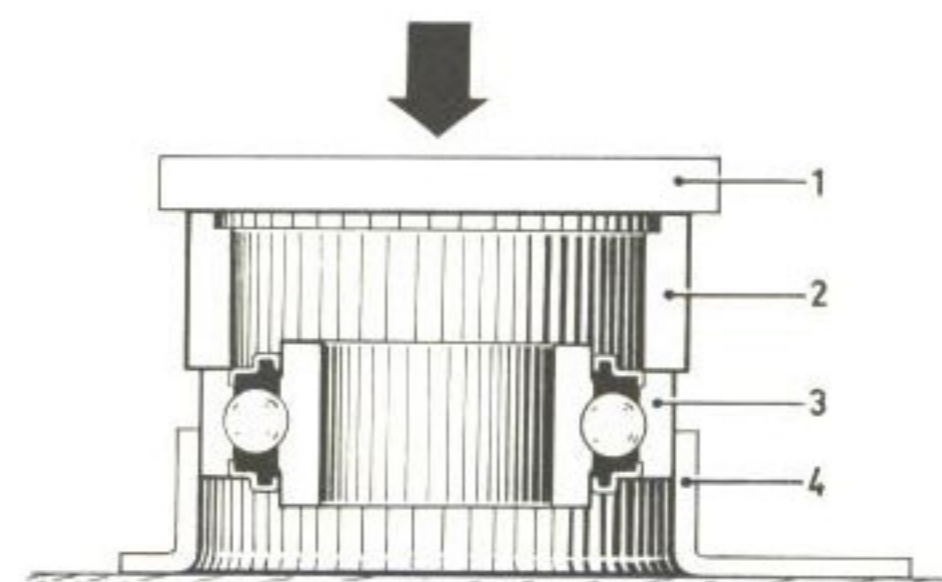

Bild 8. Montering av stödlager
- Lossa ev. dragfjäder. Dra ut hållare med stödlager (7) bakåt. Pressa stödlagret ur hållaren med en lämplig dorn. Pressa det nya lagret i hållaren med hjälp av ring SVO 4081, se bild 8. Är pressdornens diameter mindre än hålet i ringen läggs en platta (1, bild 8) ovanpå ringen.
Pressa stödlagret (7 bild 2 och 3) i hållaren med ring SVO 4081, se bild 8. Sätt skyddsplåt, stödlager, tryckbricka och låsbricka på främre kardanaxeln. Är skyddsplåten av tid. utf. bör den bytas mot skyddsplåt av sen. utf. med styrning